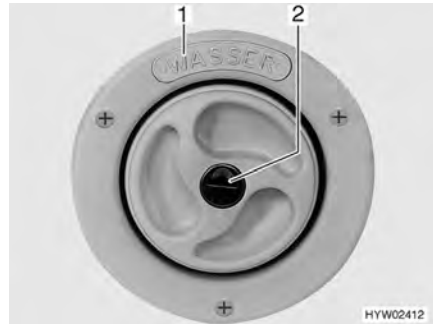
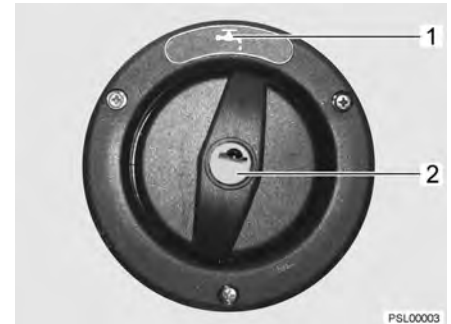

Bild 154 Påfyllningsöppning för dricksvatten
Bild 155 Påfyllningsöppning för dricksvatten (alternativ)
Påfyllningsöppningen för dricksvatten är märkt med texten "WASSER" (vatten) (Bild 154,1) eller med symbolen "☕" (Bild 155,1). Locket låses och låses upp med nyckeln till de utvändiga låsen (utvändiga luckorna).
- Öppna påfyllningsöppningen för dricksvatten (Bild 154 resp. Bild 155) (se kapitel 6).